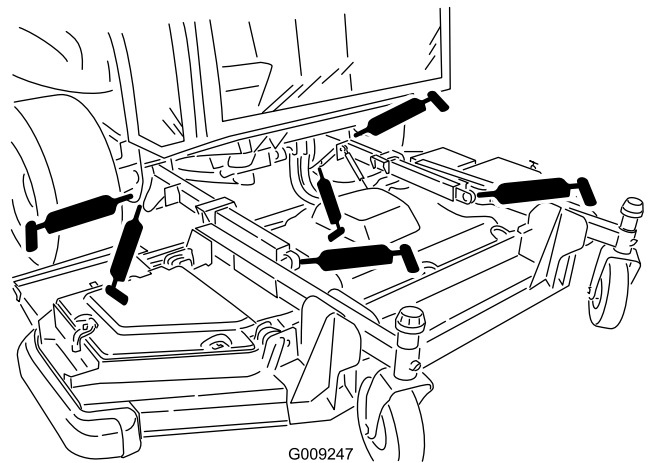

Bild 54
- Hubarmbüchsen (2) (Bild 54)
- Hubarm-Kugelgelenke (2) (Bild 54)
- Frontmähwerk-Zylinderdrehbüchsen (2) (Bild 54)